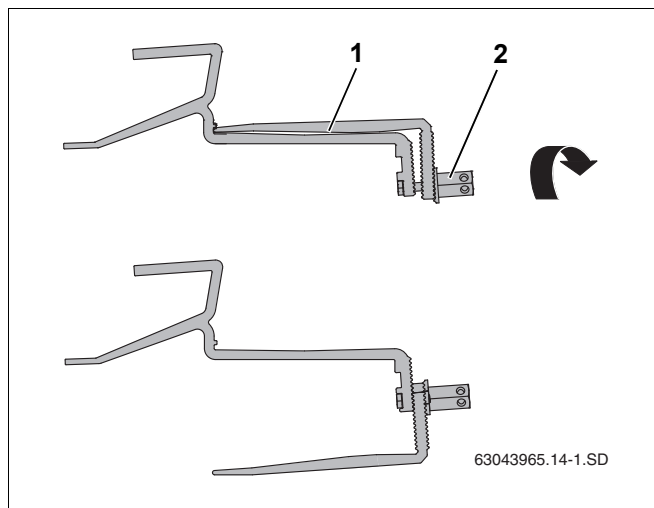

Рис. 12 Поворот нижней части кровельных крюков
- Отверните высокую гайку (рис. 12, поз. 2) на кровельном крюке и переведите его нижнюю часть (рис. 12, поз. 1) в правильное положение.